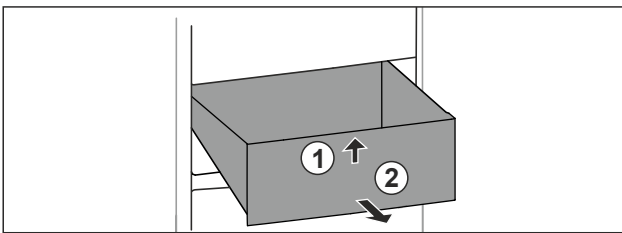

Fig. 83
- ▶ Emelje meg a fiók elejét. Fig. 83 (1)
- ▶ Vegye ki a fiókot előre felé. Fig. 83 (2)